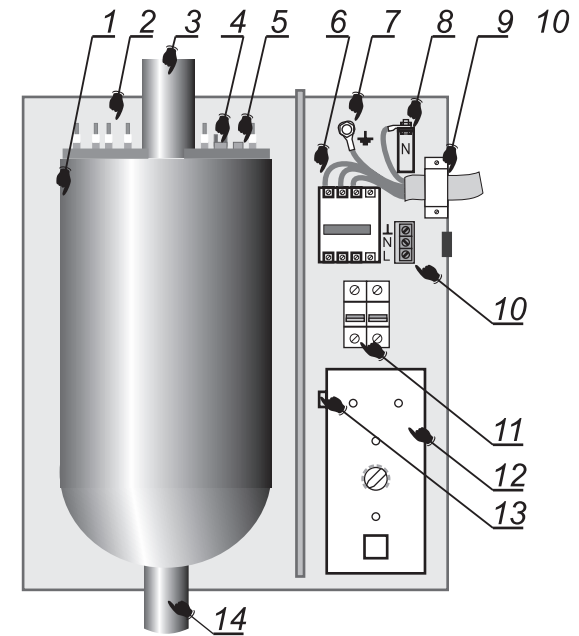

Рис. 1.
5.1. Отопитель состоит из трёх основных частей: теплообменника (бака), элементов коммутации (пускатель и автоматические выключатели) и блока управления, закреплённых на основании и закрытых съёмным кожухом (рис. 1).